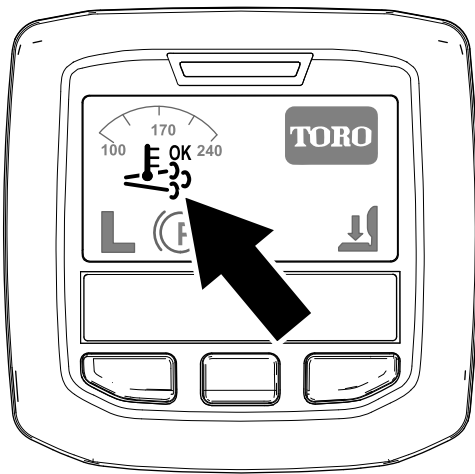

Figura 40
- Aparece el icono de regeneración de asistencia/restablecimiento en el InfoCenter (Figura 40).